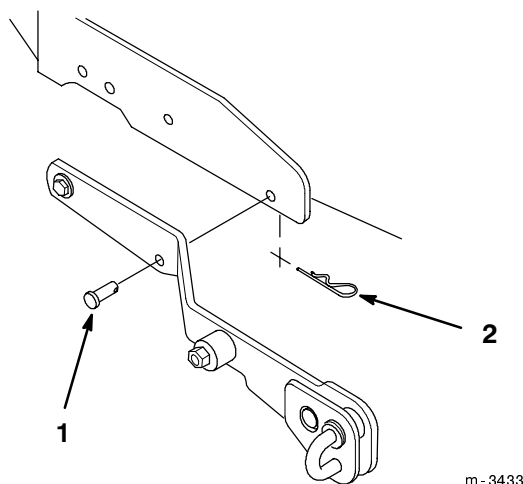

Figure 3
3. Si le relevage d'accessoire a été utilisé en dernier lieu avec une déneigeuse, une lame ou un cultivateur, déposer les deux axes de chape de chaque côté du relevage d'accessoire (Fig. 3).